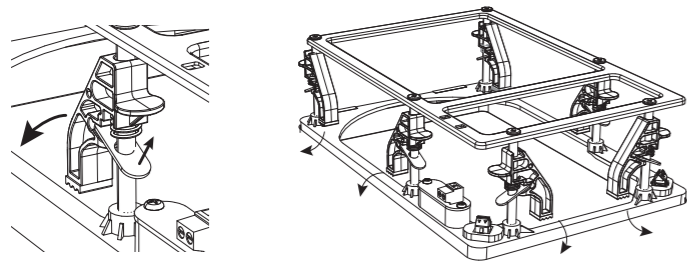
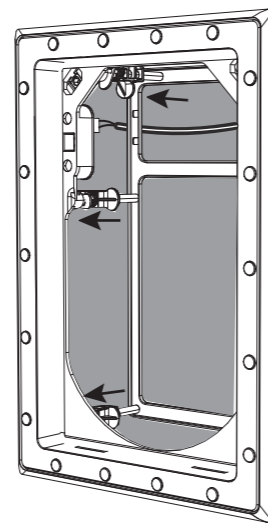

Fig. 9. Adjusting the Mounting Clamps from the Stowed Position
Fig. 11. Frame securely clamped to the Wall
2. Raggiungere l'interno del telaio e ruotare i morsetti di montaggio nella posizione "Bloccaggio", dove possono esercitare una forza di bloccaggio sul retro dell'apertura (Fig. 9 e 10). Premere il telaio e serrare ciascun morsetto, in modo che il telaio sia fissato in posizione (Fig. 11).